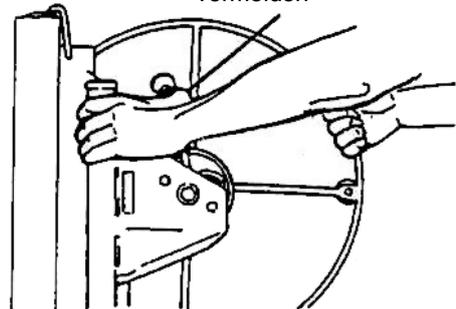

Bild 3
- b. Schieben Sie den Bremshebel ganz nach oben. Fassen Sie das Windenrad nach und halten Sie den Bremshebel mit dem Daumen fest. (**Bild 3**)